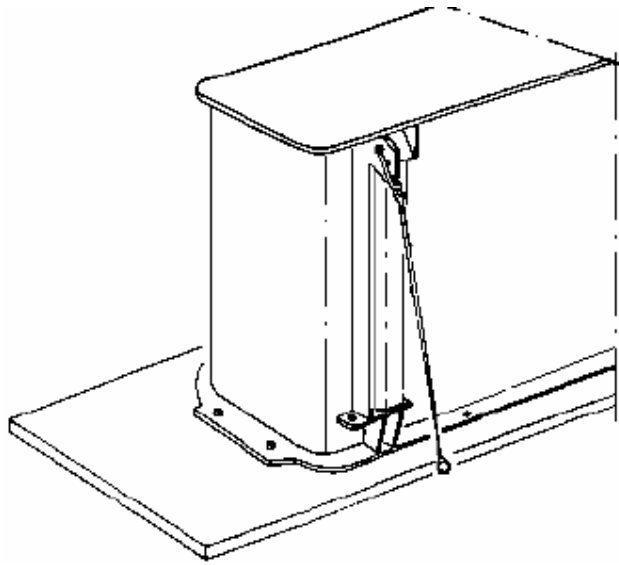

Figura 2. Plan de Carga
- Como se indica en la figura 2 el transformador debe ir lo más centrado como sea posible.